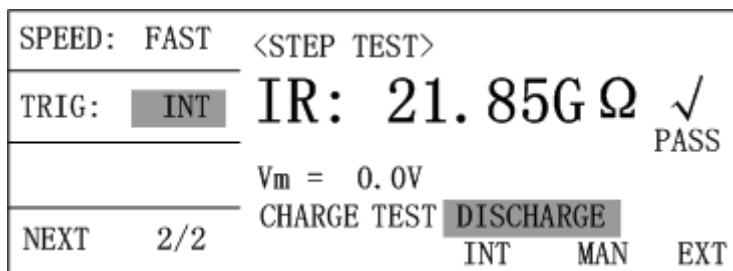

图 3-14 触发模式设定
在<MAIN INDEX>页面中, 用方向键将光标移动到“(4) NULL”处, 再按  软键则会进入<NULL>页面(如图 3-14 所示)。在处于本页面时, 按  键将启动归零测试。